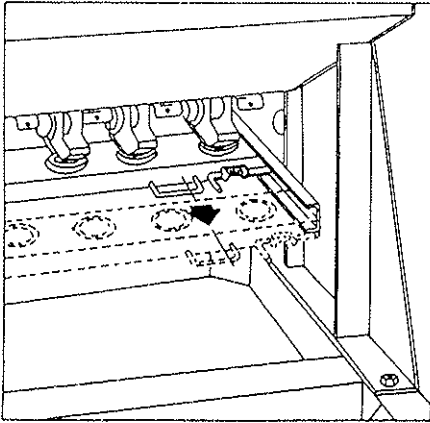

Fig. 1
UNO.- Paso estrecho, espolones pequeños para semillas finas (Fig. 1).
A) Modificar la apertura inferior de la trampa según el tamaño de la semilla (Fig. 1, 2 y 3).
PRIMERO.- Deslizar la barra portaboquillas hacia delante, soltando los gatillos que la mantienen en su posición de trabajo, hasta la posición para colocar la bandeja (Fig. 1).